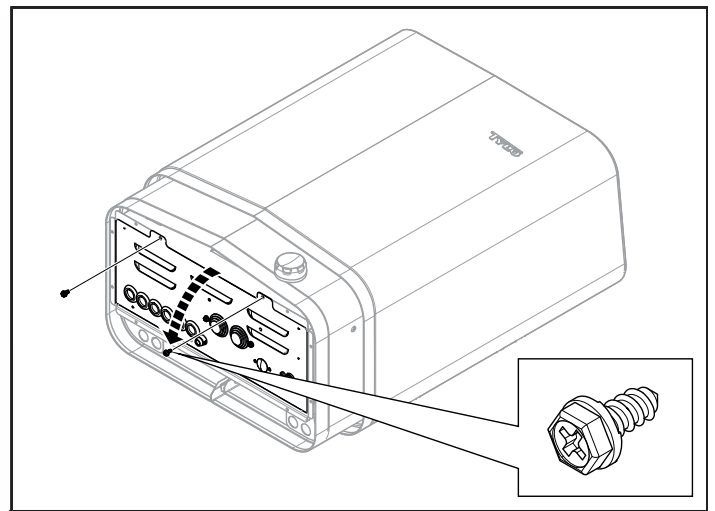

Рисунок 7: Откройте/закройте крышку
2. ослабьте винты и откройте люк (см. рис. 7).
7. Закройте крышку и закрутите винты (см. рис. 7, страница 27).